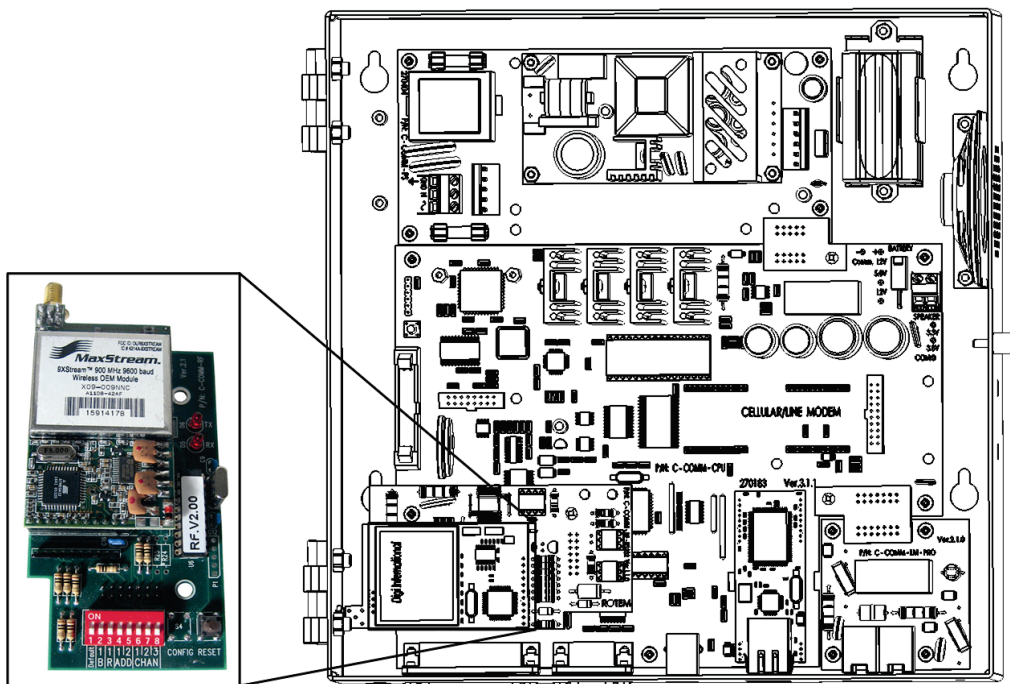

图 12：射频卡位置
1. 检查报警器与继电器和电池的连接（查看图 12，第 47 页）。